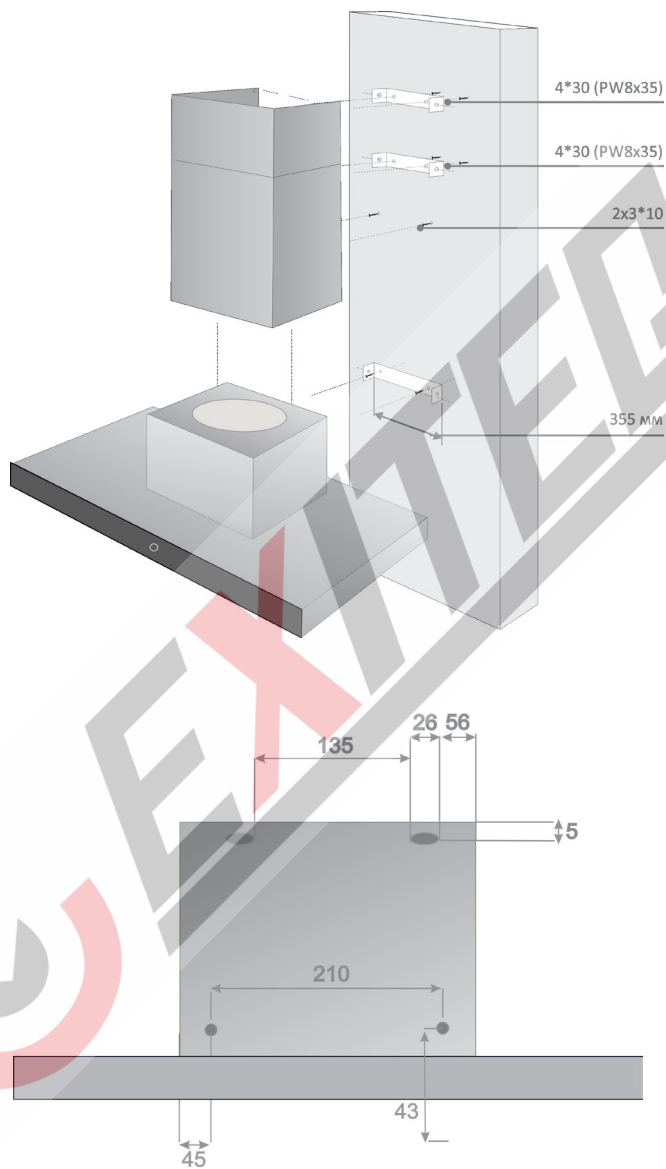

Рис. 8 Схема монтажа вытяжки
При навешивании вытяжки, перед установкой необходимо дополнительно 4 отверстия диаметром 8 мм, чтобы закрепить кронштейн болтами и дюбелями, идущими в комплекте. (Рис. 8)
2. Просверлите отверстия по отметкам (8*40 мм). Вставьте дюбеля. Повесьте изделия и зафиксируйте саморезами (4*30 мм). (Рис.8)